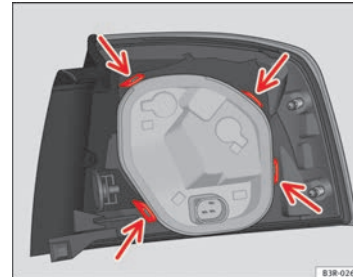

Abb. 228 Befestigen Sie den Lampenträger an der Heckleuchte
- Prüfen Sie, ob alle vier Befestigungslaschen ⇒ Abb. 228 -Pfeile-eingerastet sind.